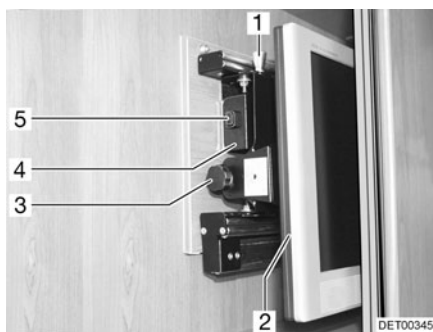

Fig. 55 Meuble télévision
- Appuyer sur le bouton de déverrouillage (Fig. 55,5) et tirer le support de l'écran plat jusqu'à la butée vers l'avant, à l'aide de la poignée (Fig. 55,4).
- Tirer le bouton de déverrouillage (Fig. 55,1) et faire pivoter le téléviseur (Fig. 55,2) dans la position souhaitée.
- Desserrer la vis moletée (Fig. 55,3).